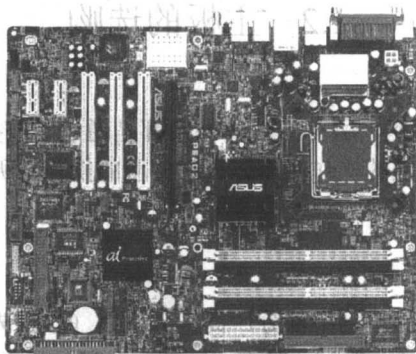

图 1-4 支持 I925X 芯片组主板
(1)支持 Intel 公司 Pentium 4EE 系列和 Proscott 核心的 Pentium 4F 产品: Intel 的 I925X、I915P、I915G、I915GV, VIA 的 PT890 和 PM890, 如图 1-4 所示为支持 I925X 芯片组主板。